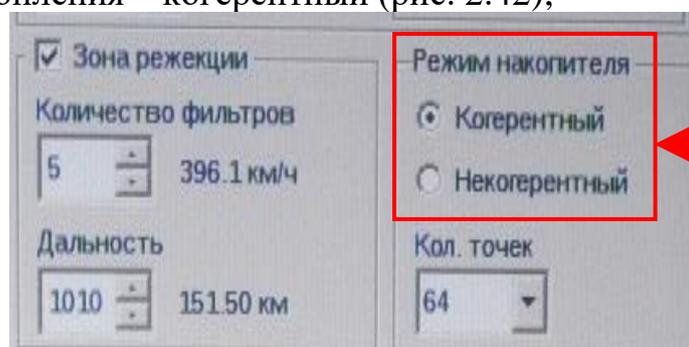

Рис. 2.42. Установка режима накопителя
- режим накопления – когерентный (рис. 2.42);